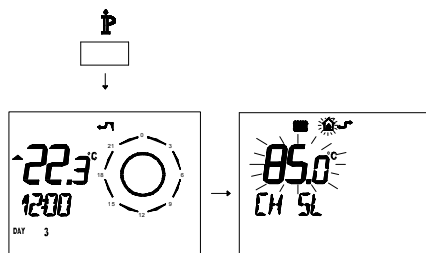

Figura 5.49
- Pulse durante más de 3 segundos el botón  para entrar en la modalidad **INFO** (Figura 5.49).